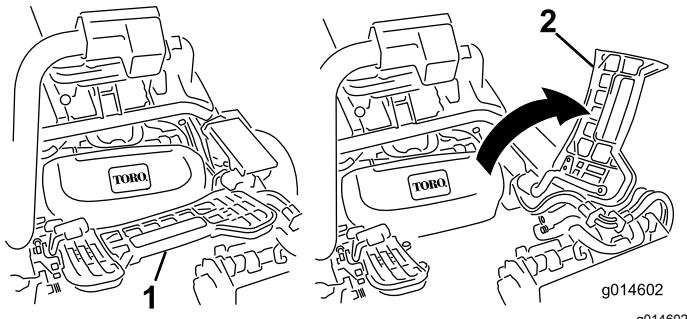

Figure 49
2. Relevez le repose-pieds pour accéder à la position de l'unité de coupe centrale (Figure 49).